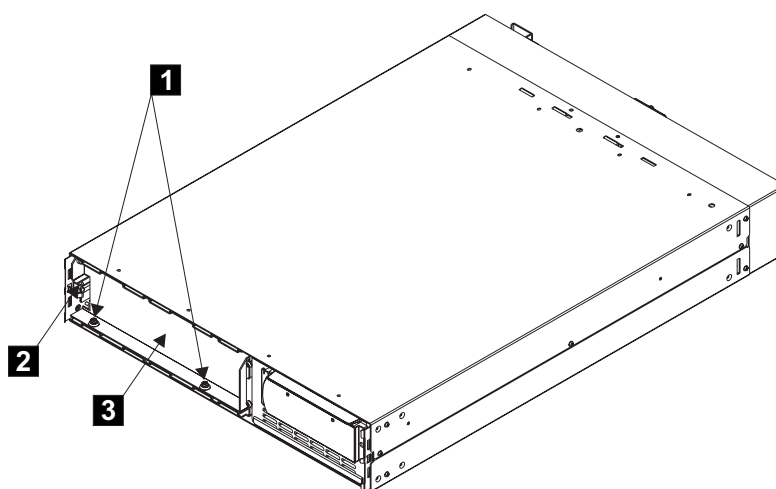

図 86. バッテリー保存ブラケットの固定
- c. 2 つのボルト **1** と、ブラケットの左側にある追加のナット **2** を取り外します (図 86 を参照)。次に、バッテリー保持ブラケット **3** を取り外します。